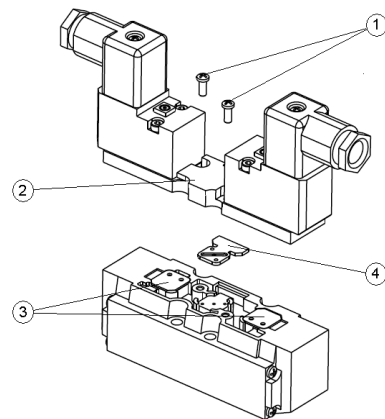

Abb. 17
4.2 Umbau/Umschaltung von interne auf externe Pilotluft – Funktionsplatte (siehe Abb. 17)